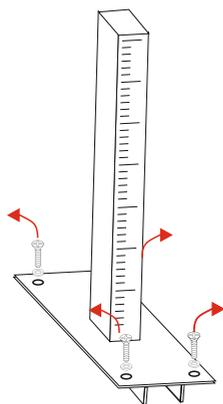

FIG. 1
PASO 1: Retire los tornillos y las arandelas de las columnas (fig. 1).